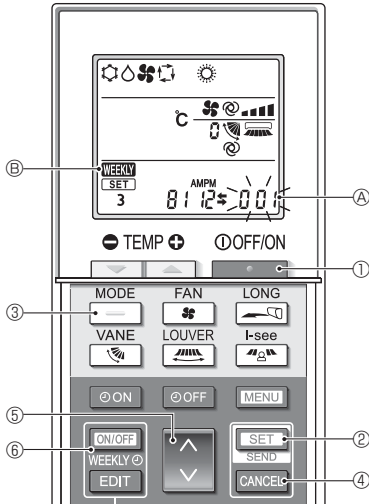

Fig. 4-12
4.12.8. Otomatik mod çalışmasının devre dışı bırakılması (Fig. 4-12)
1. Klimayı durdurmak için **ON/OFF** düğmesine ① basın.
- Haftalık zamanlayıcı etkinleştirilmişse, zamanlayıcıyı devre dışı bırakmak için **ON/OFF WEEKLY** düğmesine ⑥ basın. (**WEEKLY** kaybolur.)
- 2.5 saniye boyunca **SET** düğmesine ② basın.
3. **UP** düğmesine ⑤ basın.
4. Ayarları tamamlama (Fig. 4-12)
- 5 saniye boyunca **SET** düğmesine ② basın.